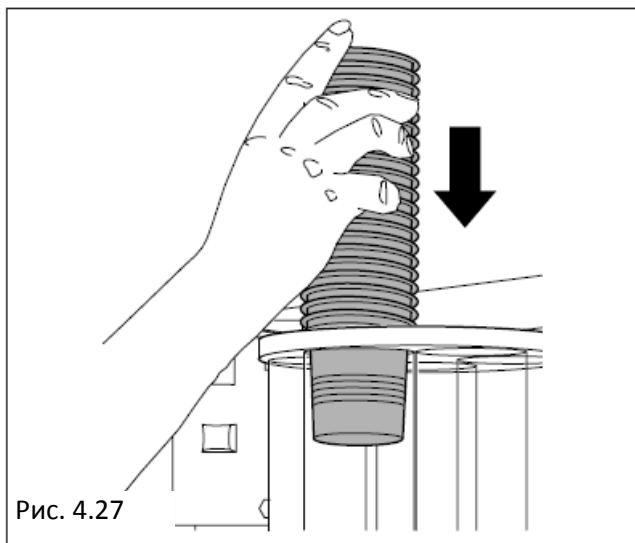

Рис. 4.27
- Убедитесь, что вертикальная секция для стаканчиков не соединена с распределительным выходным отверстием, затем заполните все вертикальные секции, двигаясь против часовой стрелки, в противоположном направлении (если вертикальная секция совмещена с распределительным выходным отверстием), закройте дверцу и включите автомат, вертикальная секция для стаканчиков вращается и автоматически располагается в позиции, в которой она не соединена входным отверстием, и затем заполните секцию (Рис.4.27)